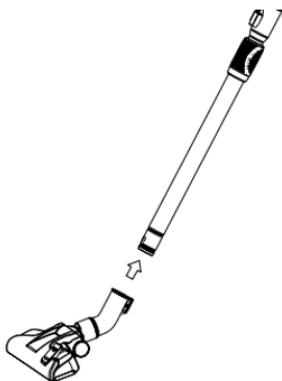

Fig. 3
3. **Fig.3: Il collegamento tra il tubo e l'utensile a spazzola:**